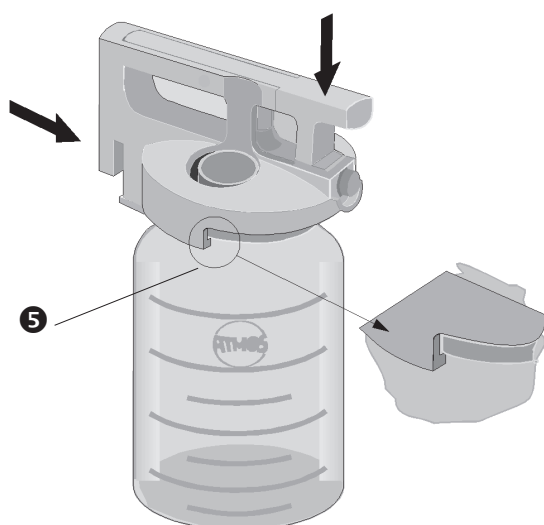

Fig. 4 Comprobación de la tapa
- Coloque el sistema de cierre tal como se muestra en la Fig. 4 por encima de depósito de secreciones (procure que el borde de la tapa (❺, Fig. 4) quede situado debajo del reborde del depósito) y apriete la palanca de cierre hacia abajo hasta que se enclave.